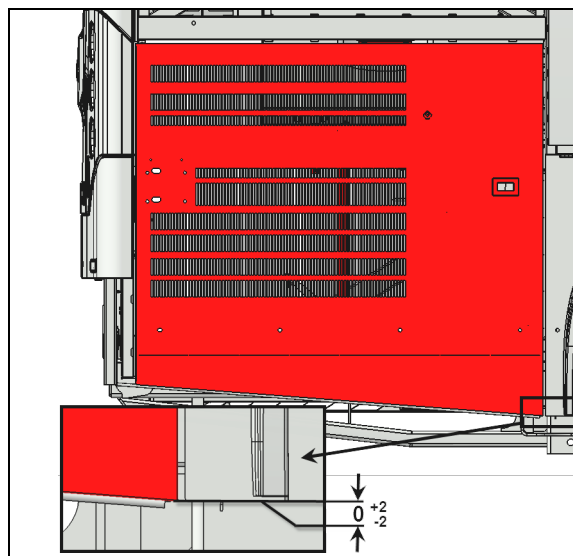

FIGURE 114:
2. S'assurer que les boulons A sont serrés (Figure 114:).